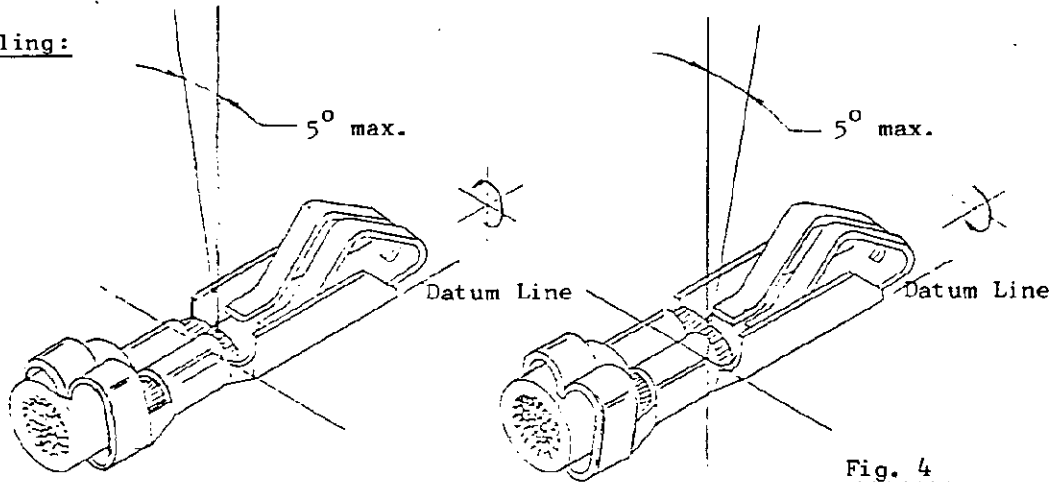

Fig. 4
- 3.1.4 Rolling 5° max. (Fig. 4)